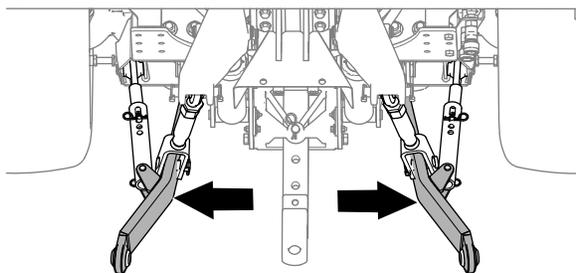

Рисунок 26
4. Отрегулируйте рычаги стабилизатора (Рисунок 26) до упора по направлению наружу; см. *Руководство оператора* для буксирной машины.